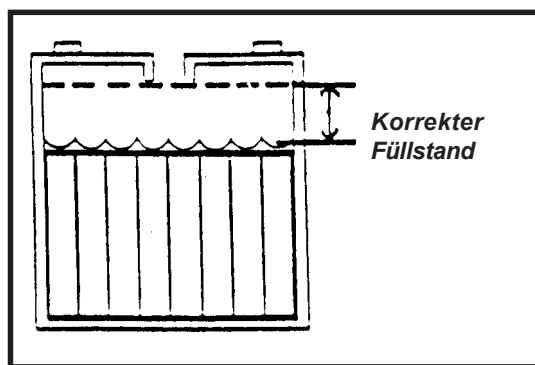

Abb. 10
1. Halten Sie den Elektrolyten auf dem korrekten Stand. Der korrekte Stand ist zwischen ¼ Zoll unter der Unterseite des Rohres in jeder Zelle und oberhalb der Abdeckung der Platten. Überprüfen Sie den Stand des Elektrolyten jedesmal, wenn Sie die Batterien aufladen. Siehe Abb.10.